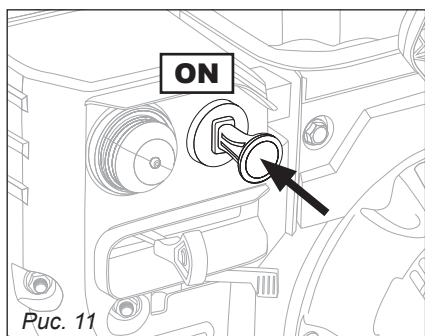

Рис. 11
2. Переведите выключатель в положение «ON» (вставьте ключ до упора), рис. 11.